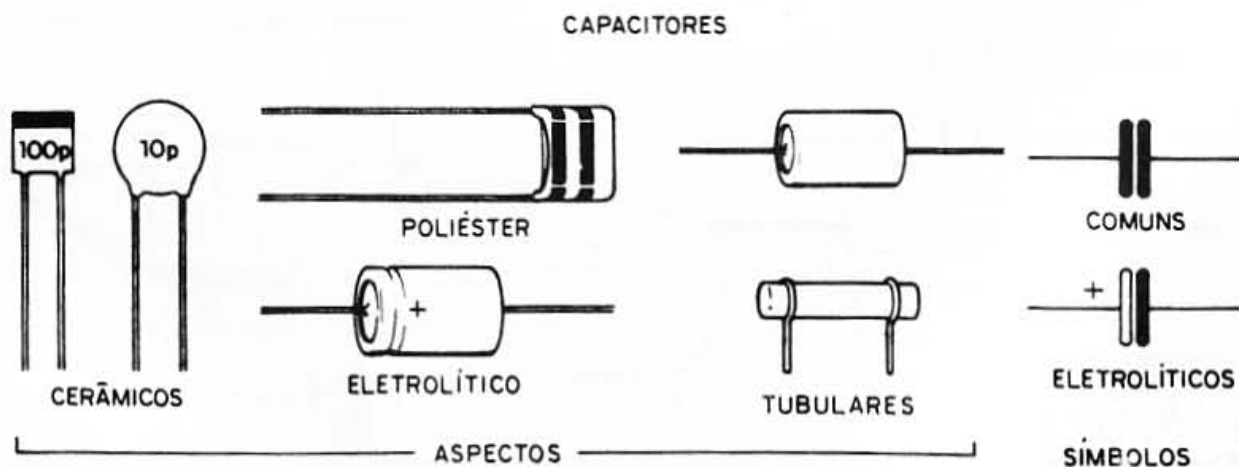

figura 6
b) Capacitores – depois dos resistores, os componentes mais usados nas montagens são os capacitores. Estes podem ser de diversos tipos, que são mostrados na figura 6.